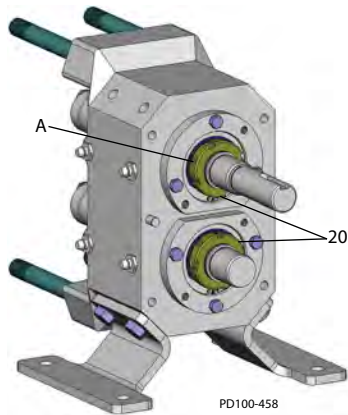

Figura 51 - Apriete los tornillos de ajuste
4. Apriete o afloje la tuerca de sujeción del cojinete (Figura 51, renglón 20) hasta alcanzar el valor de par de apriete que se muestra en la Tabla 6.
5. Apriete los tornillos de ajuste/sujeción (Figura 51, renglón A) en las tuercas de sujeción del cojinete (elemento 20).